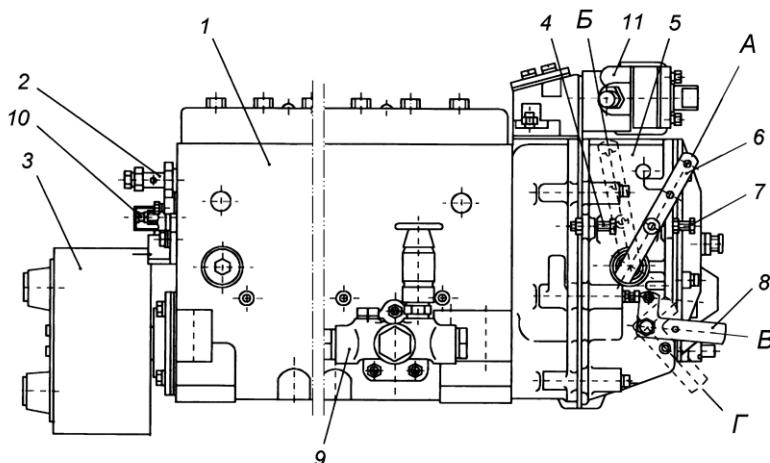
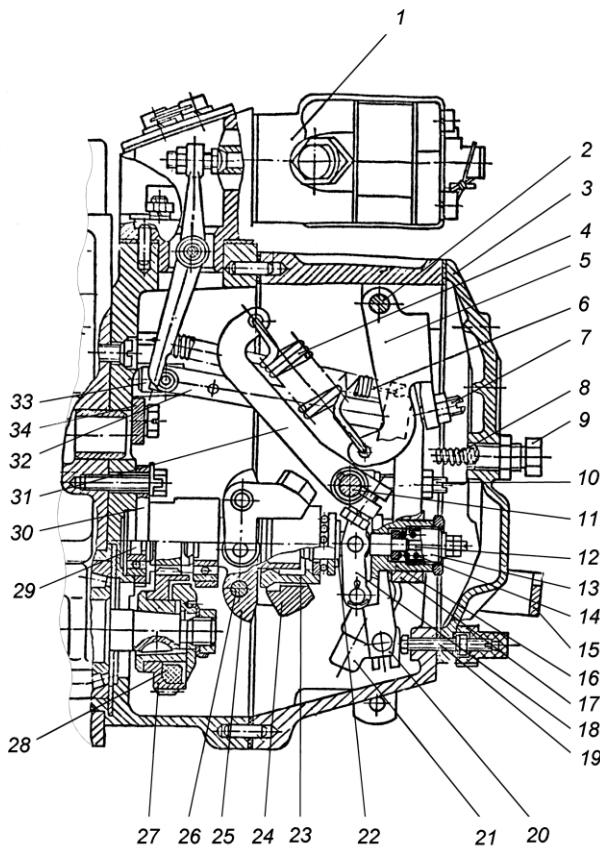

Рисунок 19 – Топливный насос высокого давления:
Рисунок 21 – Регулятор частоты вращения:
Топливный насос в сборе показан на рис. 19. С топливным насосом высокого давления в одном агрегате объединены регулятор частоты вращения 5, топливоподкачивающий насос 9 и демпферная муфта.
Связь секций с регулятором частоты вращения насоса осуществляется через рейку. Рейка топливного насоса перемещается в направляющих втулках, запрессованных в корпусе насоса. На выступающем из насоса конце рейки имеется болт 10 (рис. 19), которым она упирается в защитный колпачок при положении рейки перед пуском двигателя. При вывертывании болта из рейки пусковая подача уменьшается.
Регулятор частоты вращения 5 (рис. 19) – механический, всережимный, прямого действия с повышающей передачей на привод грузов, предназначен для поддержания заданного водителем скоростного режима работы двигателя путем автоматического изменения количества подаваемого топлива в зависимости от изменения нагрузки на двигатель. Кроме того, регулятор ограничивает максимальную частоту вращения двигателя и обеспечивает работу двигателя в режиме холостого хода. Регулятор имеет устройство для выключения подачи топлива в любой момент независимо от режима работы двигателя. Автоматически поддерживающая скоростной режим при изменяющихся нагрузках, регулятор обеспечивает экономичную работу двигателя.
Устройство регулятора показано на рис. 21. Регулятор расположен на заднем торце топливного насоса высокого давления. На конусе кулачкового вала находится ведущая шестерня 27 с демпфирующим устройством. Вращение от вала насоса на ведущую шестерню передается через резиновые сухари 28. Ведомая шестерня выполнена как одно целое с валиком 29 державки грузов и установлена на двух подшипниках в стакан 30.
На валик напрессована державка грузов 25 (рис. 21), на осях 26 которой находятся грузы 24. Грузы своими роликами упираются в торец муфты 23, которая через упорный подшипник и пяту 22 передает усилие грузов рычагу регулятора 17, подвешенному вместе с двуплечим рычагом 5 на общей оси 2.
Муфта 23 с упорной пятой 22 в сборе одним концом опирается на направляющую поверхность державки, а за второй конец подвешена на рычаге 18 отрицательного корректора, закрепленном на втулке 16 отрицательного корректора. Пята муфты грузов связана через узел отрицательного корректора с рычагом рейки 20 и через тягу рейки 32 топливного насоса. К верхней части рычага рейки присоединена пружина 6 рычага рейки, удерживающая рейку насоса в положении, соответствующем максимальной подаче, что обеспечивает увеличенную подачу топлива при пуске двигателя. В нижнюю часть рычага рейки запрессован палец, который входит в отверстие ползуна кулисы 21. Вал 11 рычага регулятора жестко связан с рычагом управления 6 (рис. 19) и рычагом пружины 31 (рис. 21). Перемещение рычага управления регулятором ограничивается двумя болтами 4 и 7 (рис. 19). За рычаг пружины 31 (коротким зацепом) (рис. 21) и двуплечий рычаг 5 (длинным зацепом) зацеплена пружина регулятора 4, усилие которой передается с двуплечего рычага на рычаг регулятора через винт 7 двуплечего рычага. В рычаг регулятора ввернут регулировочный болт 10, который упирается в вал рычага пружины и служит для регулировки номинальной подачи топлива. В нижней части рычага регулятора расположено корректирующее устройство (12,13,14,16,18) с отрицательным корректором, предназначенного для формирования внешней скоростной характеристики ТНВД и крутящего момента двигателя. Рычаг регулятора снабжен боковой накладкой, удерживающей втулку 16 обратного корректора и упорную пяту 22 от проворота. Кроме того, хвостовик болта крепления боковой накладки, входя в боковой продольный паз втулки предохраняет ее от выпадения из расточки рычага. Упор 34, закрепленный на корпусе регулятора, не позволяет рычагу пружины 31 опасно приближаться к врачающимся грузам. Для полного выключения подачи топлива служит механизм останова, состоящий из кулисы 21, скобы 15 и возвратной пружины. Во время работы кулиса прижата усилием возвратной пружины к регулировочному винту 19. Сзади крышка регулятора закрыта крышкой 3 смотрового люка с буферным устройством, состоящим из корпуса 9 и пружины 8, которая, сглаживая колебания рычага 17 регулятора, обеспечивает устойчивую работу двигателя на холостом ходу.
- 1 Минимальная частота вращения холостого хода регулируется болтом 7 (рис. 19) и корпусом буферной пружины 9 (рис. 21);
- 2 Максимальная частота вращения холостого хода (начало выброса рейки) регулируется болтом 4 (рис. 19).
- 3 Номинальная мощность (подача) регулируется болтом 10, подрегулировка винтом 19 (рис. 21).
- 4 Предварительное натяжение пружины (разность оборотов конца и начала выброса рейки) регулируется винтом 7 (рис. 21).
- 5 Подача топлива при  $500 \text{ мин}^{-1}$  регулируется гайкой обратного корректора 12 (рис. 21).
- 6 Предварительное натяжение пружины обратного корректора (обороты начала срабатывания корректора) регулируется корпусом корректора 13 (рис. 21).
Топливоподкачивающий насос 9 (рис. 19) – поршневого типа предназначен для подачи топлива из топливного бака через фильтры грубой и тонкой очистки к топливному насосу высокого давления. Производительность топливоподкачивающего насоса в 3...4 раза превышает производительность топливного насоса высокого давления, что гарантирует стабильность процесса топливоподачи от цикла к циклу.